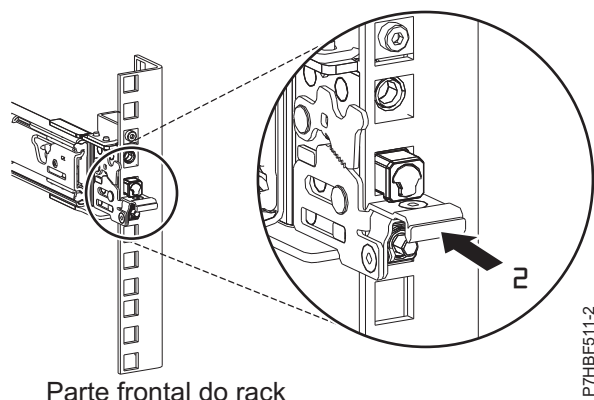

Figura 23. Trava encaixada no trilho frontal do rack
7. Enquanto você puxa o trilho deslizante para a frente, assegure-se de que todos os três pinos apareçam através dos orifícios do rack, em seguida, empurre a trava frontal (2) até o fim. Para obter detalhes, consulte Figura 23.